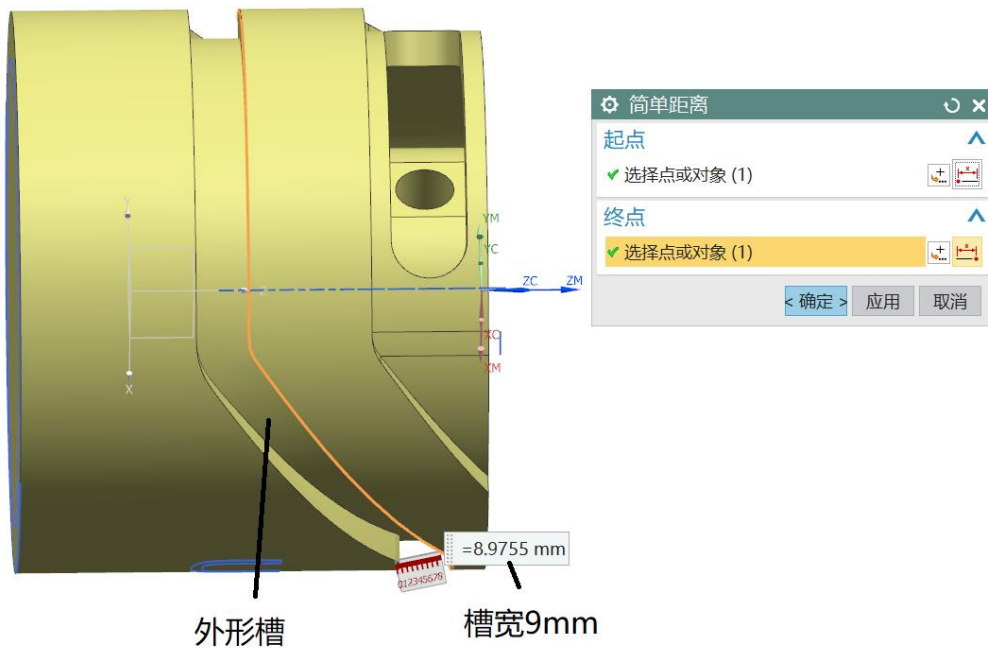

图 1-10 槽宽测量
(1) 如图 1-10 所示，分析槽的宽度，选择合适的刀具 D8，